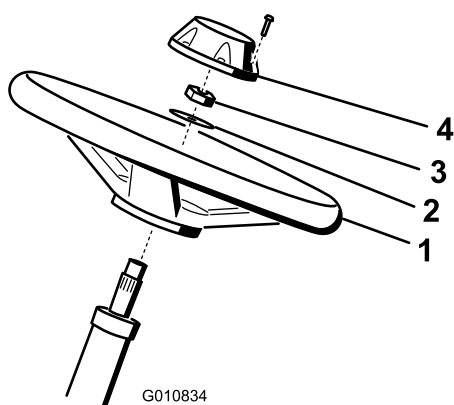

Рисунок 4
1. Наденьте рулевое колесо на рулевой вал (Рисунок 4).
2. Наденьте шайбу на рулевой вал (Рисунок 4).
3. Закрепите рулевое колесо на валу контргайкой и затяните ее с моментом 27–35 Н·м (Рисунок 4).
4. Установите крышку на рулевом колесе и закрепите ее 6 болтами (Рисунок 4).